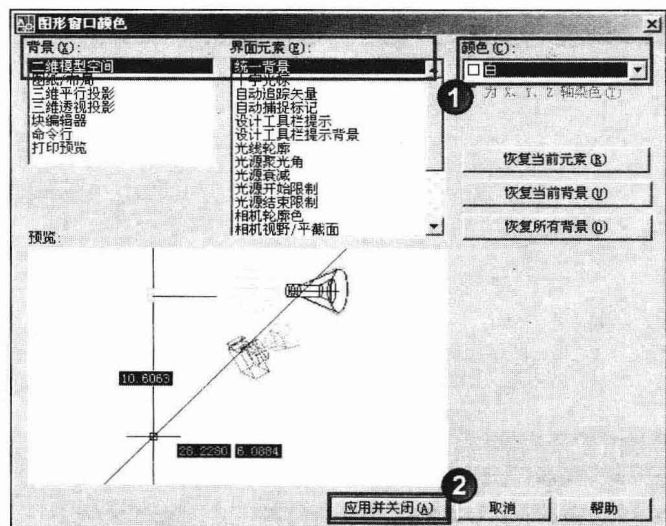

图 1-8 设置模型空间的背景色为白色
Step 02 单击  按钮之后，系统弹出“图形窗口颜色”对话框，在“颜色”选项后单击  按钮，在弹出的下拉列表中选择“白”选项，最后单击  按钮，如图 1-8 所示。